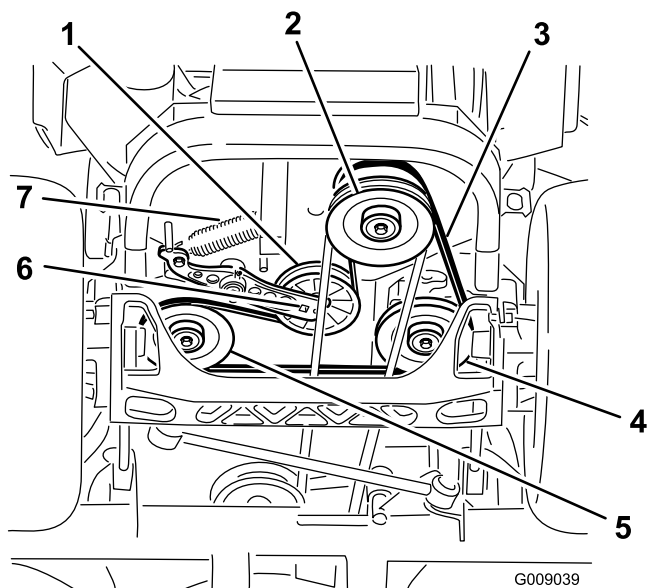

Bild 76
4. Heben Sie die Maschine an und stützen Sie sie mit Achsständern ab (Bild 76).
5. Setzen Sie eine Ratsche in das rechteckige Loch im Spannarm ein, um die Spannscheibenfeder zu entfernen (Bild 76).
6. Haken Sie die Spannscheibenfeder vom Rahmen aus (Bild 76).
9. Setzen Sie einen Schraubenschlüssel in das rechteckige Loch im Spannarm ein, um die Spannscheibenfeder im Rahmen einzusetzen (Bild 76).